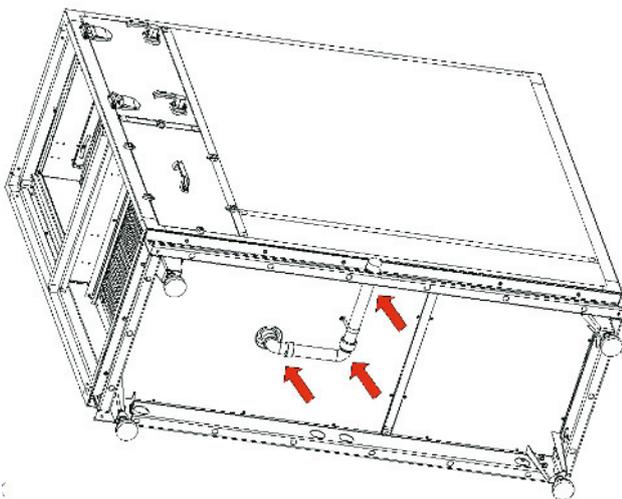

Bild 6
- **Achten Sie besonders darauf, dass Sie keinen Druck auf die untere Abdeckung des Lüftungsgeräts oder auf die unter der Abdeckung angebrachten Komponenten ausüben (z. B. Bodenabflussrohr - Abbildung 6).**